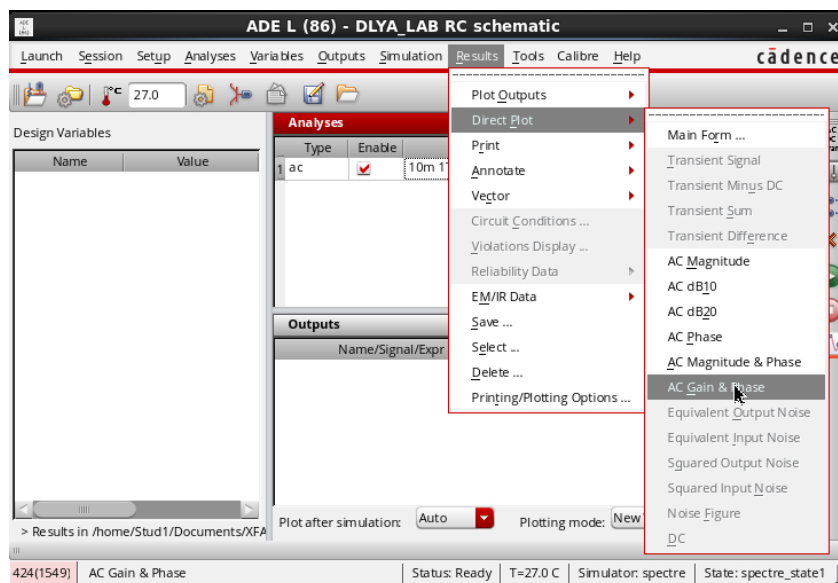

Рисунок 1.18 – Настройки малосигнального анализа
23. Построить частотные характеристики RC-цепочки. Для этого в окне Schematic выбрать Direct Plot, AC Gain & Phase (рисунок 1.18). Нажать сначала на выходную ветвь RC-цепи, затем на ее вход. После этого появится окно с графиками.